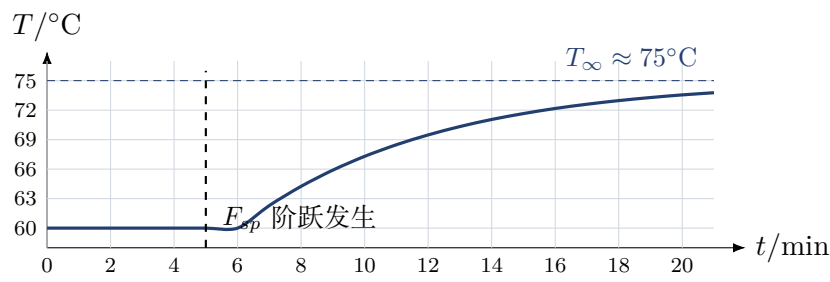

图 2: TC21 广义对象对  $F_{sp}$  阶跃的温度响应
在稳定工况下， $F_{sp} = 12\text{ t/h}$ 、 $T \approx 60^\circ\text{C}$ 。在  $t_0 = 5\text{ min}$  时，将  $F_{sp}$  从  $12\text{ t/h}$  阶跃到  $15\text{ t/h}$ ，得到图 2 所示温度响应，最终稳定在约  $75^\circ\text{C}$ 。
- (1) 画出该串级控制系统的方块图，并标明 TC21、FC31、蒸汽阀/流量通道、加热过程、FT31、TT21 各方块的输入与输出信号。（20 分）
- (2) 从安全角度判断蒸汽控制阀应选**气开阀**还是**气关阀**，并说明理由。（15 分）
- (3) 判断 TC21 与 FC31 应采用正作用还是反作用，并写出判断方向链。（20 分）
- (4) 将“TC21 + FC31 + 蒸汽阀/流量通道 + 加热过程”视为 TC21 所对应的广义对象。指出广义对象的输入、输出；按量程归一化计算稳态增益  $K$ ，再用 28.3%–63.2% 两点法由图 2 估计  $T$  与纯滞后  $\tau$ ，写出一阶惯性纯滞后近似模型。（20 分）
- (5) 对 TC21 采用理想 PID 控制律。按课程中使用的离线整定规则分别给出：